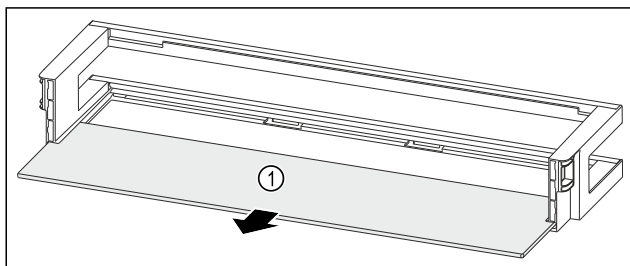

Fig. 222 Rafti i derës me raft mbajtës
- Hiqni raftin mbajtës Fig. 222 (1).